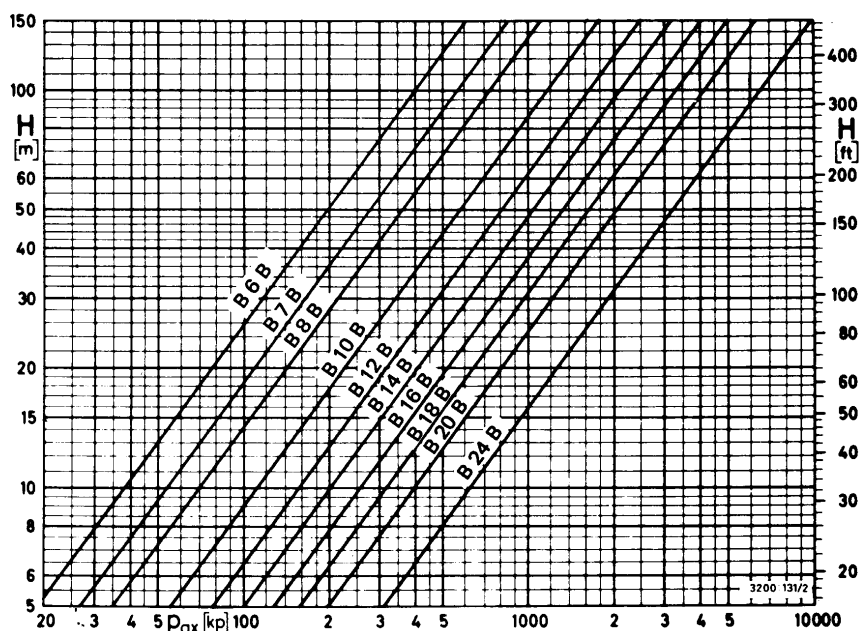

Fig. 5 — Empuxo axial hidráulico para hidráulica B.
- empuxo hidráulico axial, Figs. 5 e 6.